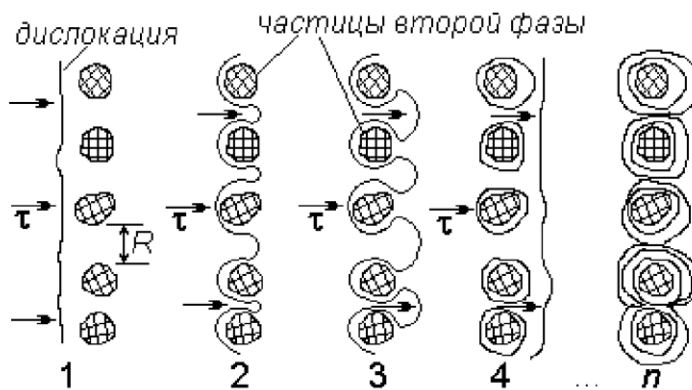

Рис. 3.5. Упрочнение дисперсными частицами второй фазы
Огибая мелкие частицы (рис. 3.5, 2), дислокации замыкаются вокруг них (3), при этом возникают дислокационные петли (4), или кольца. Прохождение множества дислокаций приводит к образованию так называемых колец Орована (n). Дальнейшее скольжение дислокаций на этом участке затруднено.